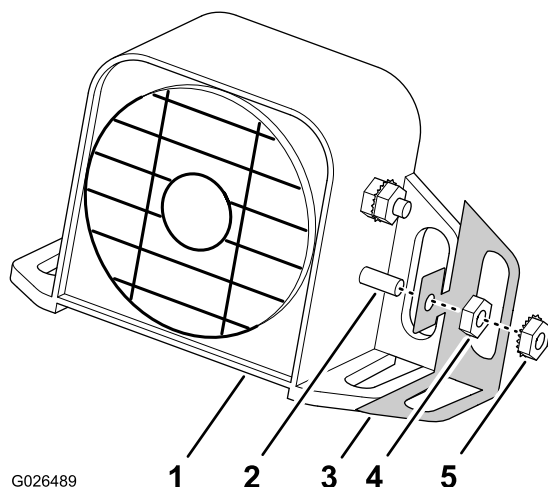

Figura 1
2. Togliete i 2 dadi dal prigioniero di messa a terra dell'allarme di riserva (Figura 1).
3. Togliete la piattina di messa a terra dal prigioniero dell'allarme (Figura 1).
4. Installate il dado comune del terminale sul terminale di messa a terra serrando manualmente (Figura 1).